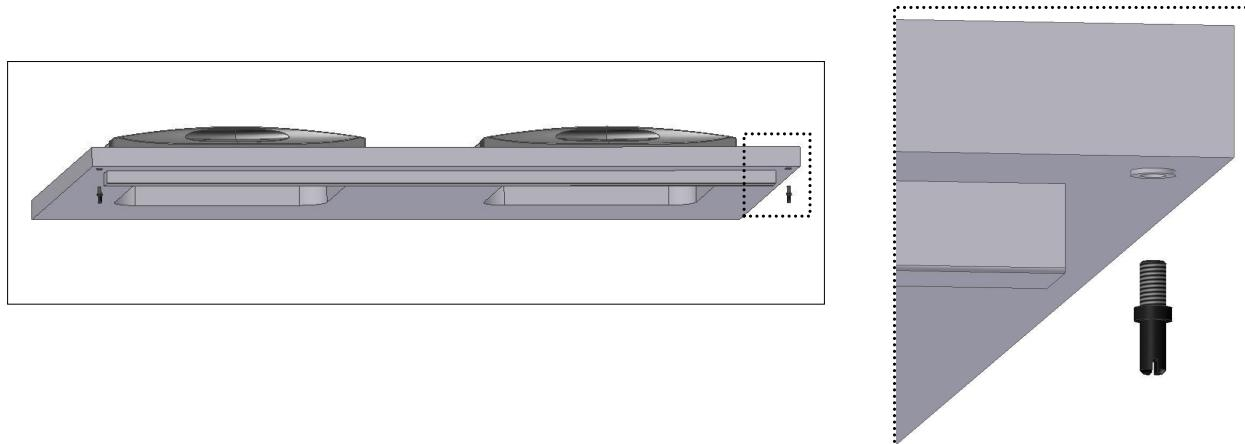

Abb. 6
- Bringen Sie die **oberen Bolzen** an der Abdeckplatte an (Abb. 6);